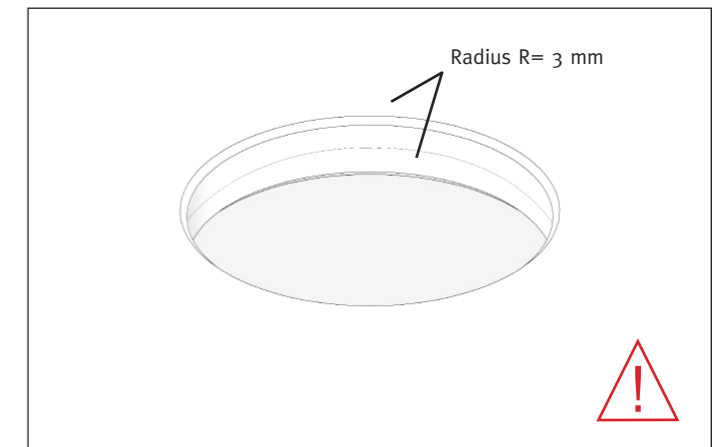

Fig. B2
- Påfør en radius på mindst $R = 3$ på den øverste og nedre side af udskæringen. Udskæringsudsparingerne skal slibes omhyggeligt for at undgå revner. (fig. B2).